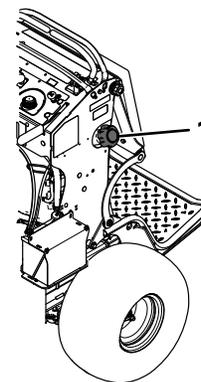

Рисунок 58
3. Очистите зону вокруг крышки топливного бака для предотвращения попадания мусора в топливный бак (Рисунок 58).